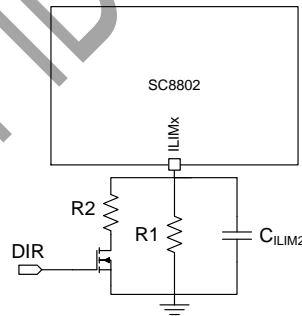

图 9 通过 DIR 信号调整限流值
- 2) 若实际应用要求充放电模式下限流值不同，可参考图 9 的电路进行调整：